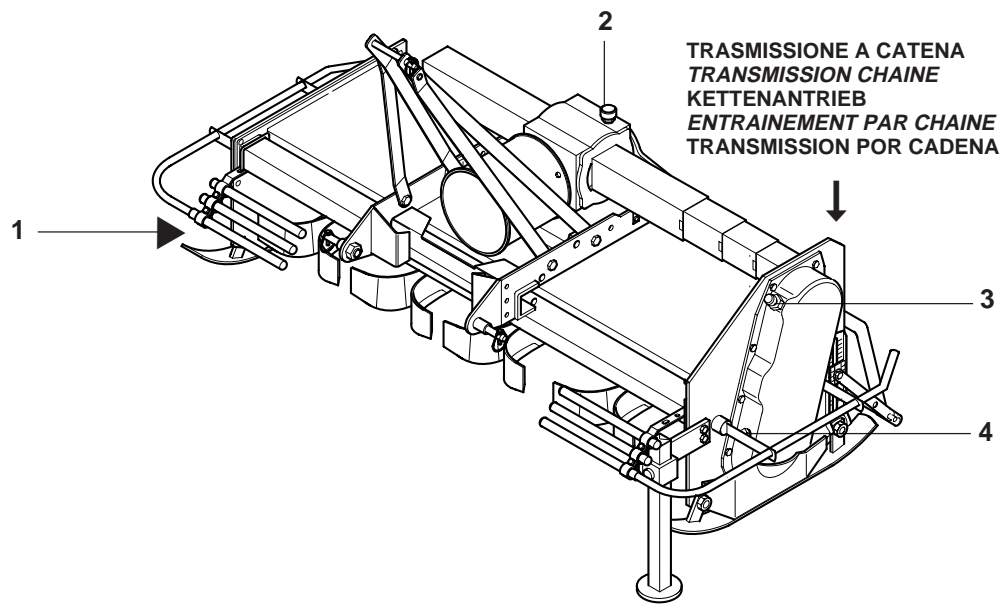

Fig. 20
- Verificare il serraggio dei bulloni di fissaggio delle zappette (Fig. 20).
- Ingrassare i fuselli del rotore (1 Fig. 20).
- Verificare il livello olio nella scatola del riduttore, (2 Fig. 20), eventualmente ripristinarlo fino alla tacca di livello ricavata sull'astina.
- Trasmissione laterale a catena: verificare il livello olio nel carter laterale della trasmissione, svitando il tappo di livello (4 Fig. 20) e controllando che l'olio fuoriesca. Eventualmente aggiungere olio attraverso il tappo di riempimento (3 Fig. 20), fintantoché fuoriesce dal tappo livello.
- Effettuare il cambio completo dell'olio, sia del riduttore del carter trasmissione, scaricando completamente l'olio dal tappo di scarico posto sotto la scatola riduttore e dal tappo di scarico trasmissione (4 Fig. 20).
- Check that the bolts fixing the hoe blades are well tightened (Fig. 20).
- Grease the rotor spindles (1 Fig. 20).
- Check the level of the oil in the reduction unit and top up to the level mark on the rod as necessary (2 Fig. 20).
- Transmission latéral par chaîne: check the level of the oil in the side casing of the transmission unit, unscrewing the level plug (4 Fig. 20) and checking that oil flows out. Add oil through the fill plug if necessary (3 Fig. 20). It should flow from the level plug.
- Change the oil in the reduction unit transmission casing by completely draining off the old oil through the drain plug under the reduction unit and through the transmission drain plug (4 Fig. 20).
- Sicherstellen, daß die Schrauben zur Befestigung der Hackmesser fest angezogen sind (Abb. 20).
- Die Rotorachszapfen (1 Abb. 20) schmieren.
- Kettenantrieb: den Ölstand im Seitenantrieb prüfen. Dazu den Ölstandsstopfen (4Abb.20) losschrauben und prüfen, ob Öl ausfließt. Ggf. durch den Öleinfüllstopfen (3 Abb. 20) soviel Öl nachfüllen, bis das Öl am Ölstandsstopfen ausläuft.
- Das Öl im Getriebe und wechseln. Dazu die Ölablaßschraube unter dem Getriebegehäuse und den Stopfen des seitlichen Antriebs (4 Abb. 20) losdrehen und das Öl ausfließen lassen.
- Vérifiez le serrage des boulons de fixation des couteaux (Fig. 20).
- Graissez les fusées du rotor (1 Fig. 20).
- Contrôlez le niveau de l'huile dans du réducteur. Si nécessaire, rajouter de l'huile jusqu'au cran sur la jauge (2 Fig. 20).
- Entraînement latéral par chaîne: contrôlez le niveau de l'huile dans le carter latéral de la transmission en dévissant le bouchon de niveau (4 Fig. 20) et vérifiant si l'huile sort. Si nécessaire rajouter de l'huile par le bouchon de remplissage (3 Fig. 20) jusqu'à ce qu'elle sorte par le bouchon de niveau.
- Vidangez entièrement l'huile du réducteur du carter de transmission à travers le bouchon de vidange qui se trouve sous la boîte du réducteur et par le bouchon de vidange de la transmission (4 Fig. 20).
- Controlar el ajuste de los bulones de fijación de las azadillas (Fig. 20).
- Engrasar los ejes del rotor (1 Fig. 20).
- Controlar el nivel de aceite en reductor, eventualmente rellenar hasta la muesca de nivel presente en la varilla (2 Fig. 20).
- Transmisión lateral por cadena: controlar el nivel de aceite en el cárter lateral de la transmisión, desenroscando el tapón de nivel (4 Fig. 20) y controlando que salga el aceite. Eventualmente agregar aceite a través del tapón de llenado (3 Fig. 20), hasta que veamos que sale por el tapón de nivel.
- Efectuar el cambio completo del aceite, tanto del reductor como también del cárter de transmisión, descargando completamente el aceite del tapón de descarga presente debajo de la caja del reductor y del tapón de descarga transmisión (4 Fig. 20).